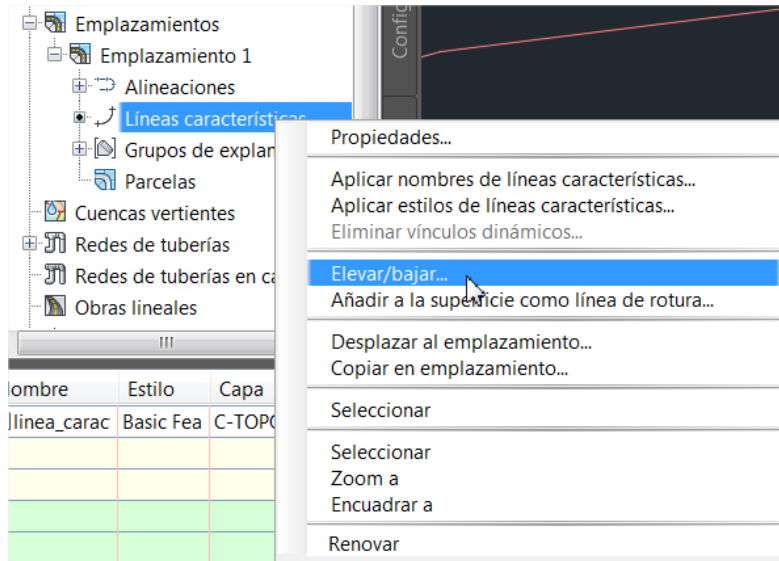

Figura 30. Elevar o subir la cota de la plataforma (línea característica) para recalcular la explanación (arriba) y resultado de subirla dos metros (abajo).
- Las cotas de la plataforma se pueden cambiar en cualquier momento y el resultado de la explanación se modificará automáticamente. Esto es muy útil para hacer variaciones del proyecto destinadas a minimizar costes de ejecución o a reducir el impacto ambiental de la obra. Por ejemplo, una manera muy rápida de cambiar la cota de la plataforma es usar la opción (pulsando el botón derecho) de Elevar/bajar (Figura 30, arriba), que pide el incremento de cota que se quiere subir (valor positivo) o bajar (negativo). En el caso de la práctica, elevar dos metros la línea característica y comparar el resultado diferente de las nuevas cotas (794 m en los vértices norte y 796 m en los sur, Figura 30 abajo) con las anteriores (Figura 29, abajo).